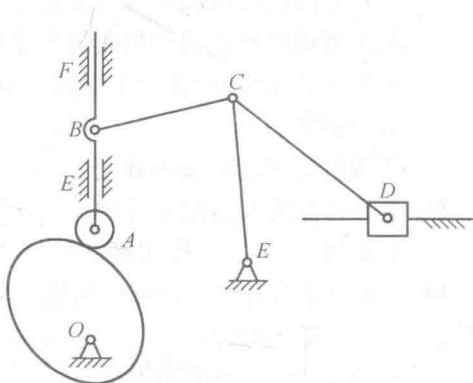

图 1
1. (7 分) 计算图 1 所示机构的自由度,说明局部自由度、复合铰链和虚约束。